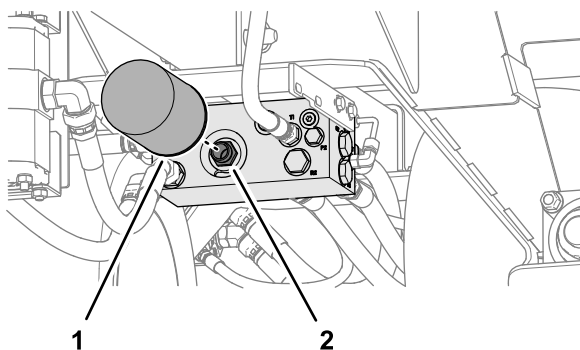

Figura 36
2. Limpie la zona alrededor del filtro y el distribuidor hidráulico, coloque un recipiente debajo del filtro y retire el filtro (Figura 36).
4. Limpie la zona de montaje del filtro del distribuidor hidráulico (Figura 36).